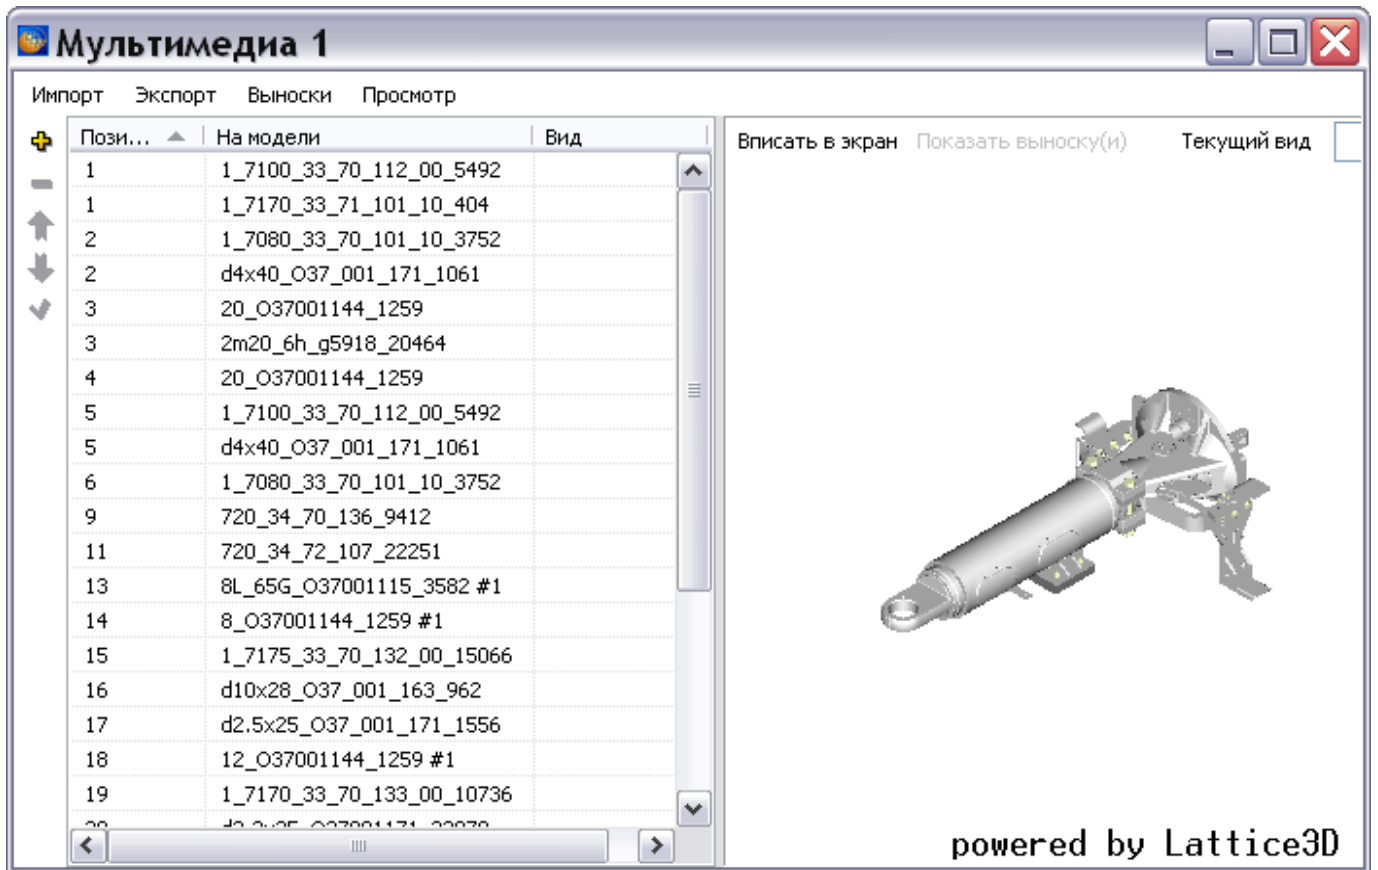

Рисунок 419
4) Импортируйте модель из файла формата xv2 (рисунок 419).